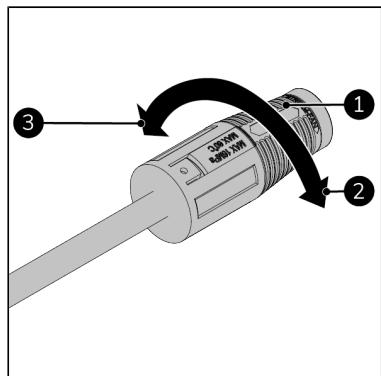

Abbildung 58.
3. Drehen Sie den Düsenkopf (Abbildung 58, Pos. 1), um den Strahlwinkel zu verändern:
- für einen kleineren (stärkeren Strahl) im Uhrzeigersinn drehen (Abbildung 58, Pos. 2).
- für einen größeren (schwächeren Strahl) gegen den Uhrzeigersinn drehen (Abbildung 58, Pos. 3).